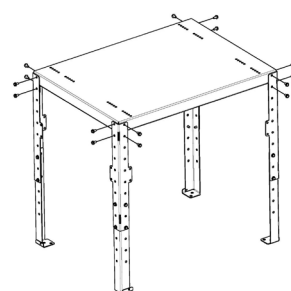

Fig. 32 - Assemblare gambe + piano
- Fissare sopra le gambe il piano di appoggio dell'inserto (vedi **Fig. 32**).